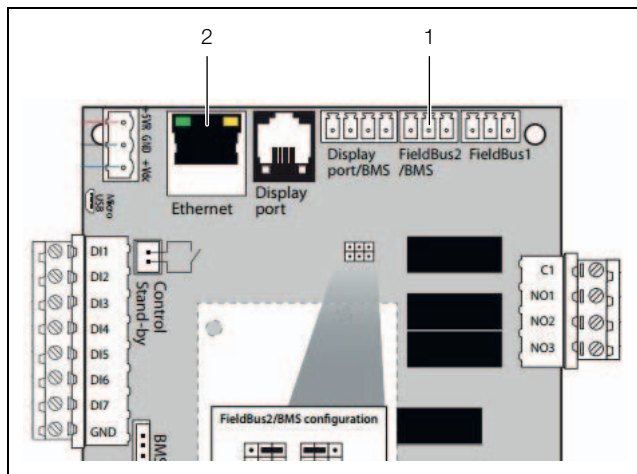

Imagen 10: Conexiones
- Utilice la conexión «FieldBus2» (imagen 10, pos. 1) de la placa para conectar el equipo a un dispositivo de vigilancia.
- Utilice la conexión «Ethernet» (imagen 10, pos. 2) de la placa para conectar el equipo a través de páginas web a un dispositivo de vigilancia.